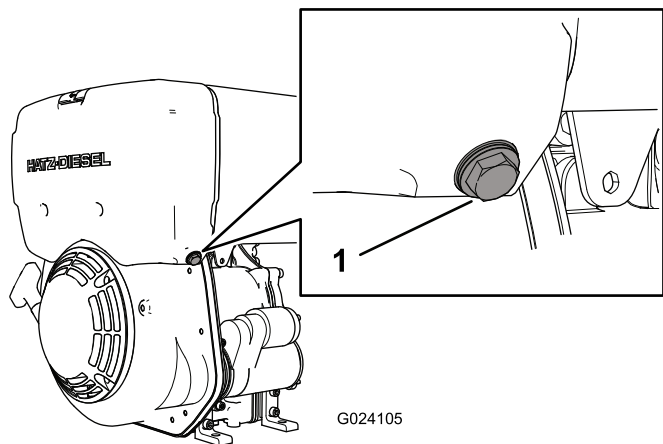

Рисунок 27
2. Ослабьте затяжку болта водоотделителя на 3-4 оборота (Рисунок 27).